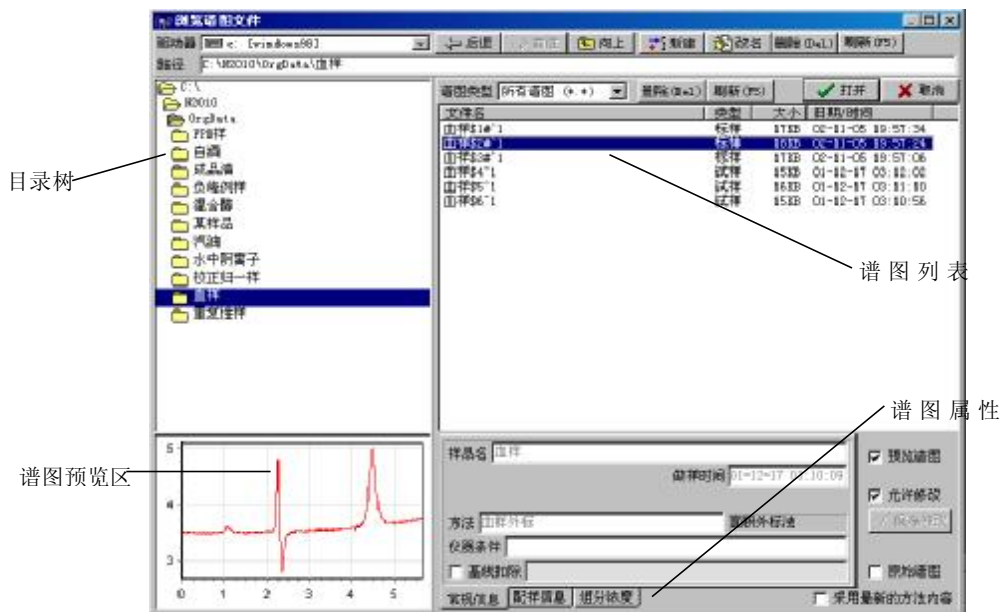

图 4-1
1.1.1 点击“谱图”菜单中的“打开”，可弹出“打开谱图”对话框。如图 4-1 所示：